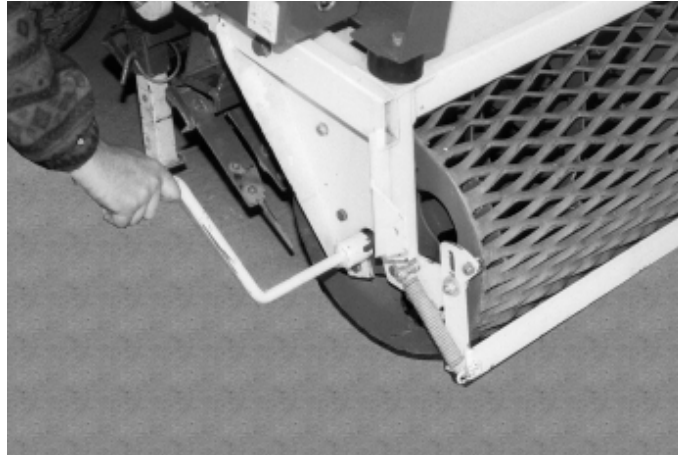

fig. 18
- Skyv sveiven på rulleakselen til venstre i driftsretning (fig. 18):